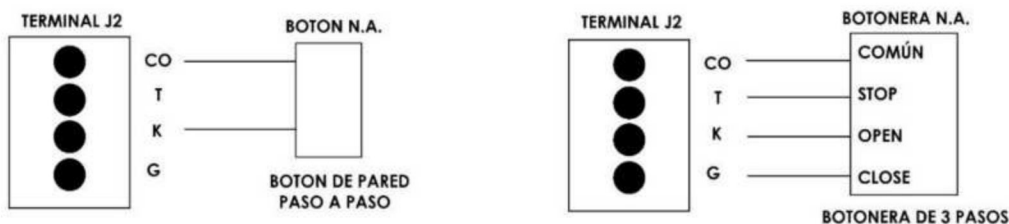

Fig.13
- D. La Botonera Paso o Paso o 3 Pasos:** La Tableta Electrónica está Equipada con Conexión para una Botonera de Paso a Paso o 3 Pasos. Para la Instalación de un Botón Paso a Paso Conectar un Cable de 2 Hilos en “K” (Open) y “CO” (Com) en la Terminal “J2”. Para la Instalación de la Botonera de 3 Pasos, Conecte un Cable de 4 Hilos. Para Abrir conecte en “K” (Open), Para Cerrar conecte en “G” (Close), Para Detener conecte en “T” (Stop), Para Cerrar el Circuito Conecte “CO” (Com), en la terminal “J2”. Ver (Fig.13).